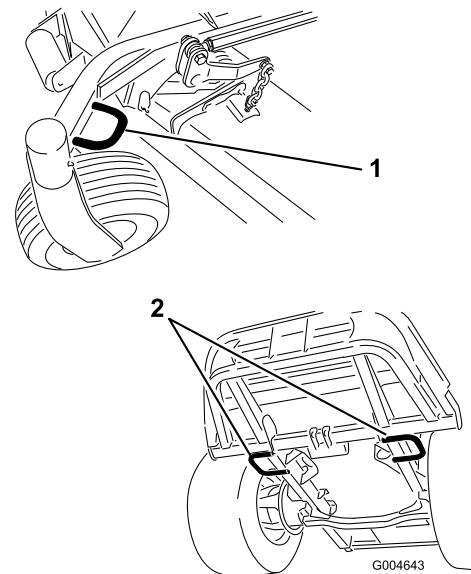

Figura 37
- Prenda bem a máquina ao atrelado ou carrinha com tiras, correntes, cabos ou cordas conforme exigido pelas regras de trânsito da sua área (Figura 37).